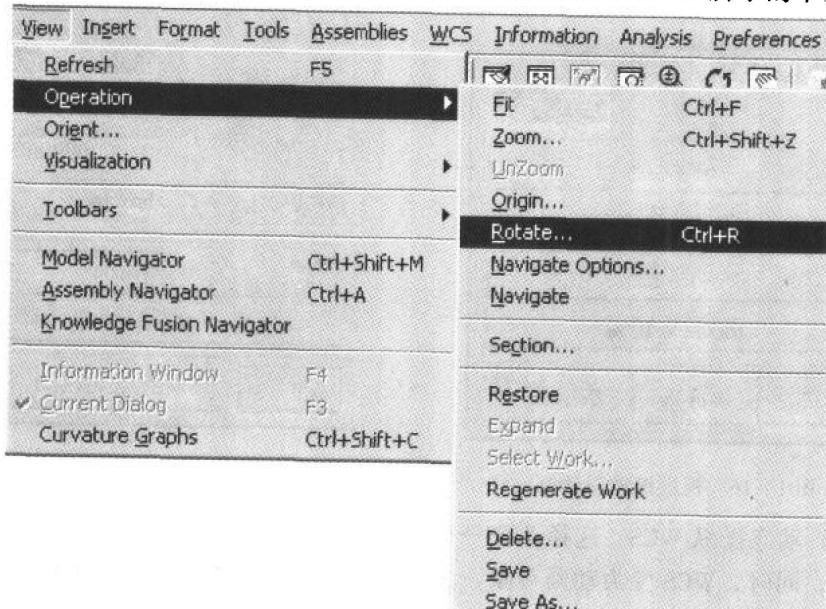

图 1-15 视图下拉菜单
2) 利用菜单控制。选择主菜单上的 View，弹出如图 1-15 所示的下拉菜单。